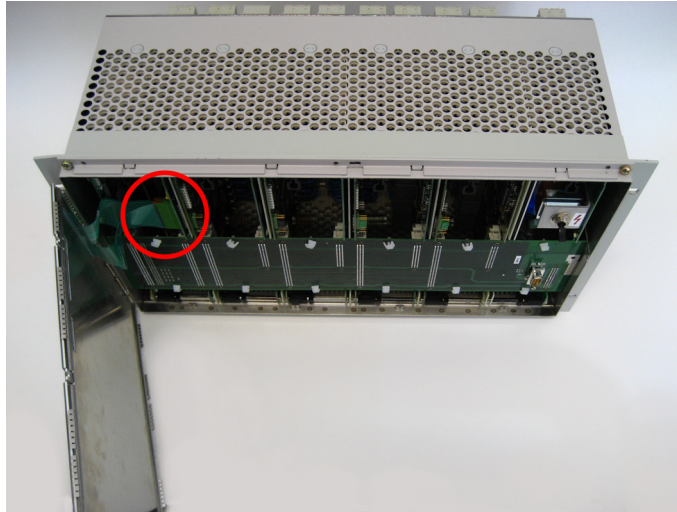

Bild 3-5 Anschluss Flachbandkabel
- ❑ Ziehen Sie die Steckverbinder der beiden Flachbandkabel vorsichtig von der CPU-Baugruppe ab und legen Sie die Frontplatte beiseite (siehe Bild 3-5).